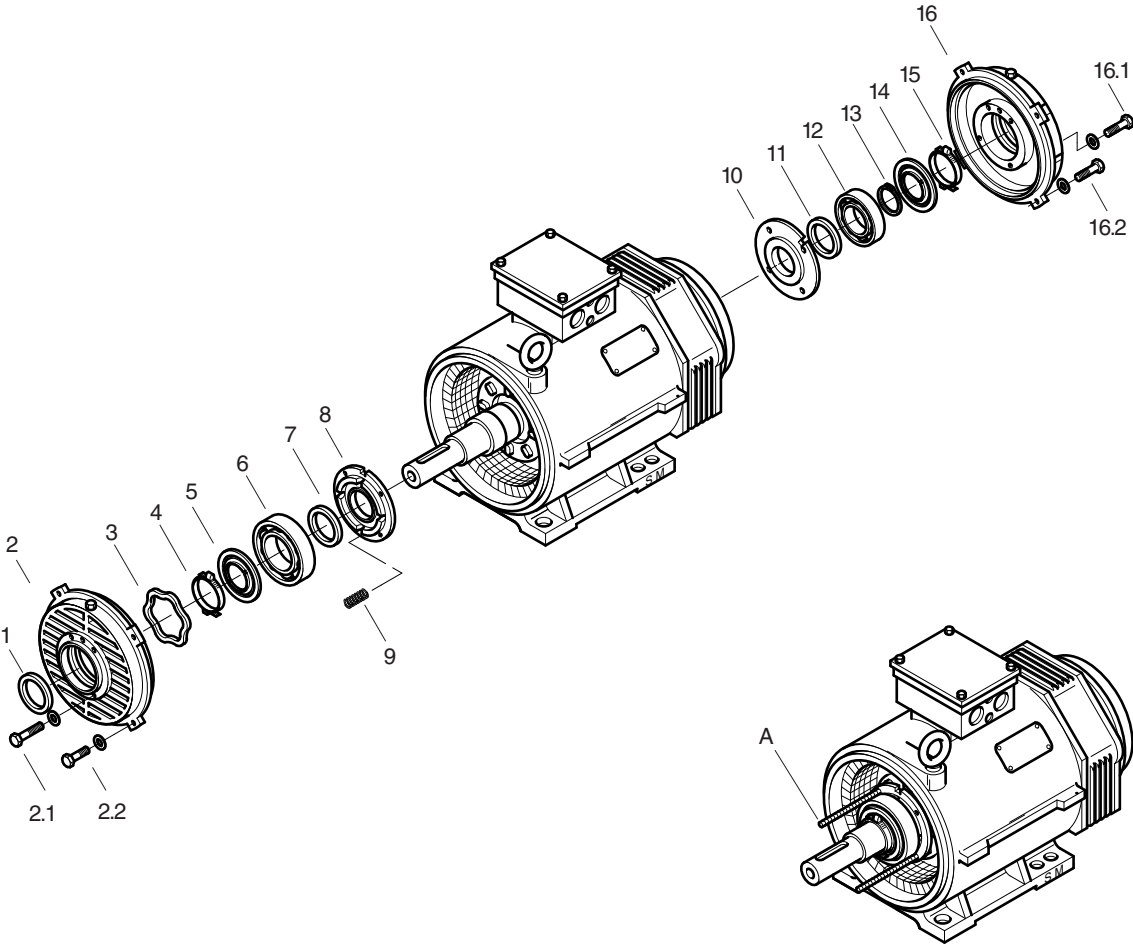

Figura 13: Substituição do mancal AH180 a AH315
5.5.2 Montagem no caso de rolamento ranhurado de esferas do lado do accionamento e do lado contrário (→ Figura 13) (para mancal de rolos cilíndrico do lado do accionamento, ver 5.5.4)